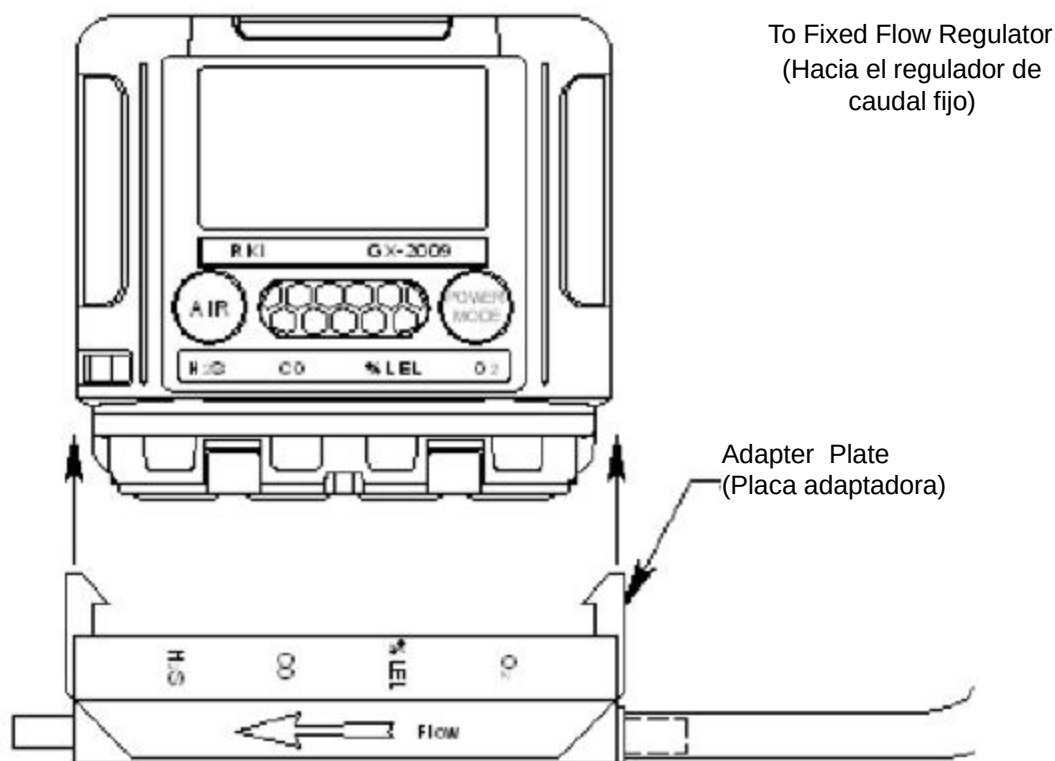

Figura 12: Colocación de la placa adaptadora, One Cal
2. Presione la placa adaptadora contra la cara del sensor del GX-2009. Asegúrese de que la placa adaptadora esté orientada como se muestra en la Figura 12, para que los nombres de los sensores en la placa coincidan con los nombres de los sensores en el dispositivo.